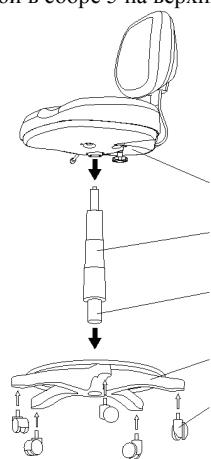

Рис. 7.1
- установите ролики 2 в пятилучие 1, см. рис. 7.1;
- установите газовый цилиндр 3 в пятилучие 1 (рис. 7.1);
- установите на газовый цилиндр 3 декоративный чехол 4 (рис. 7.1);